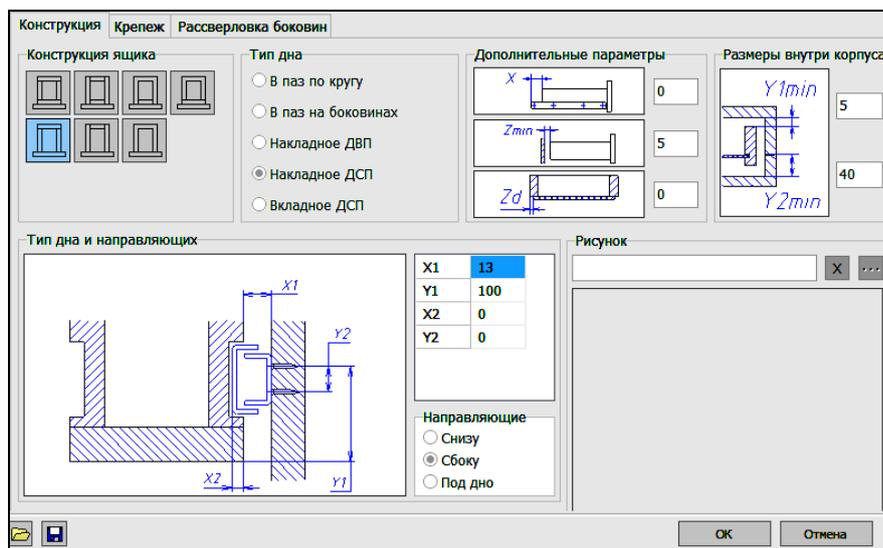

Рис. 2.30. Параметры ящиков полного выдвижения
- **Параметры ящика.** Набор параметров данной закладки зависит от типа ящика и определяет его размещение в указанной секции, а также вариант рассверловки боковин. Например, часть параметров ящиков полного выдвижения с шариковыми направляющими (рис. 2.30);